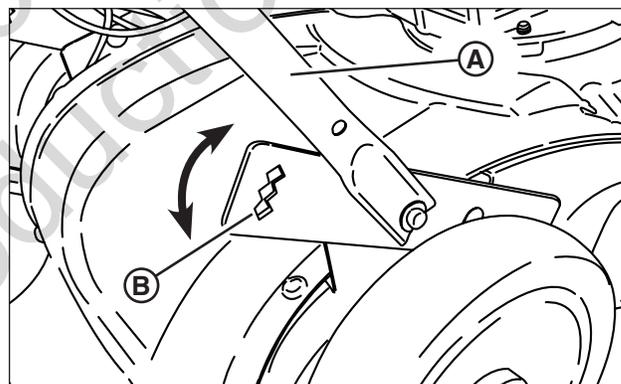

Figure 6: Réglage de la hauteur de poignée
1. Déposer les manettes et les boulons qui maintiennent le bas du poignée (**A**, **Figure 6**) sur les supports de fixation (**B**).